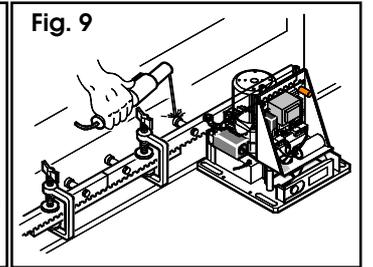

Fig. 9
- 8) Placer à côté du dernier élément fixé un autre élément de crémaillère en utilisant une portion de crémaillère d'environ 150 mm comme indiqué fig.9, afin de respecter le pas.
- 9) Fermer manuellement le vantail jusqu'à arriver en regard du pignon avec la troisième entretoise de l'élément à fixer (fig.9).
- 10) Souder les trois entretoises de l'élément (fig.9).